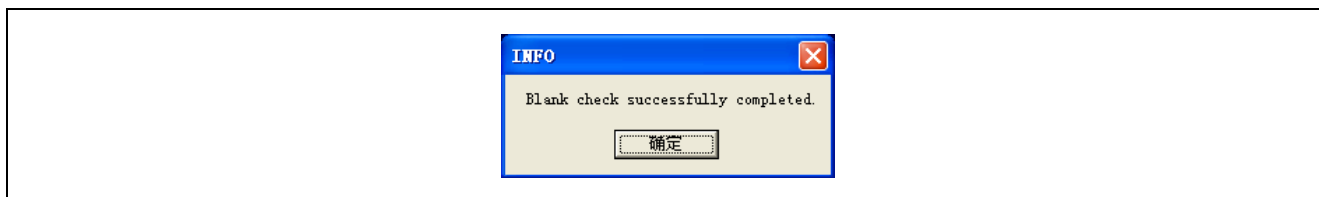

图 2.22 块检查完成信息
- 3) 空检查完成后，如果目标单片机为空，将显示如图 2.22 所示的消息界面。如果目标单片机不为空，将提示非空的地址信息。